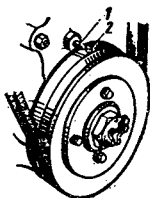
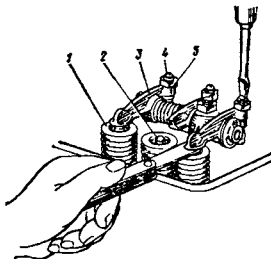

Рис. 21. Определение верхней мертвой точки:
Рис. 22. Регулировка зазора между коромыслом и клапаном:
- установите поршень первого цилиндра по метке на шкиве коленчатого вала (рис. 21) в В.М.Т. при такте сжатия и щупом проверьте зазор между коромыслами и клапанами 1-го цилиндра. При неправильном зазоре отверните контргайку регулировочного винта и, поворачивая отверткой регулировочный винт, установите зазор по щупу (рис. 22), после чего, поддерживая отверткой регулировочный винт, затяните контргайку и проверьте правильность зазоров;